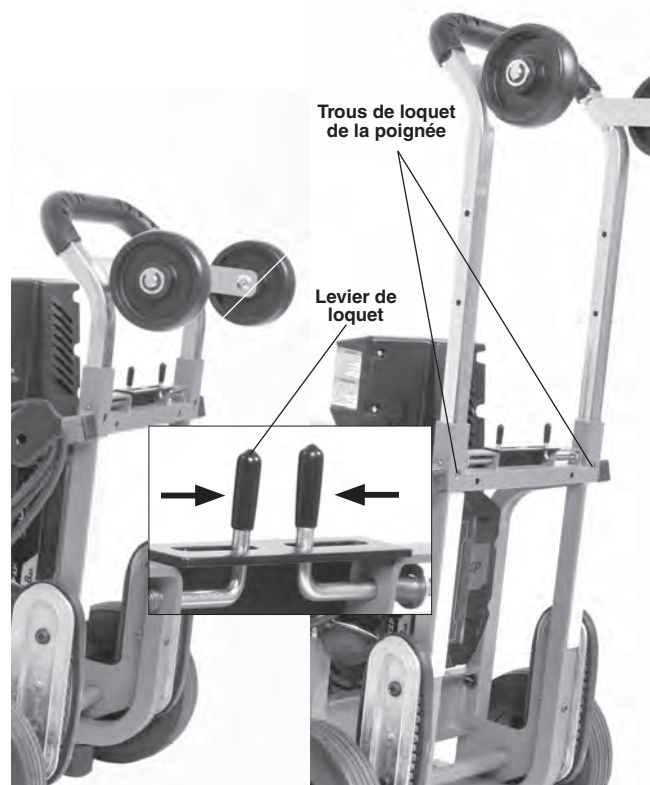

Figure 13 – Réglage de la poignée télescopique
7. Acheminez le dégorgeoir jusqu'au chantier via un passage dégagé. Si nécessaire, réglez sa poignée (Figure 13). Comprimez les leviers des loquets de la poignée pour la télescoper jusqu'à la position voulue. Vérifiez que les loquets de la poignée sont engagés fermement en position. Si la poignée est tirée au-delà des derniers trous de loquet, les boutons de la poignée l'empêcheront de sortir complètement. Le cas échéant, comprimez à nouveau les leviers des loquets pour renfoncer la poignée.